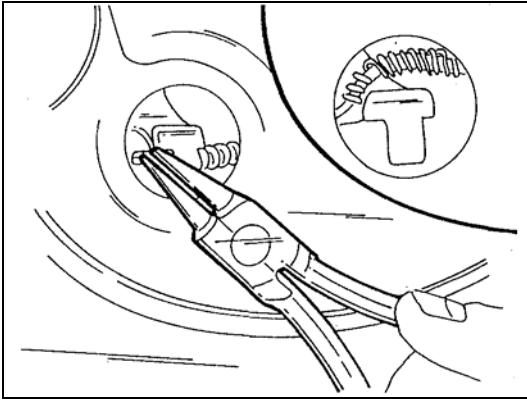

Bild 3 Aushängen des Handbremsseils.
- 4** Die Abdeckkappe in der Rückseite der Bremsträgerplatte mit einem Schraubenzieher heraushebeln und durch die entstandene Öffnung das Handbremsseil mit einer Spitzzange vom Bremshebel trennen. Dazu das Seil vor dem Anschlussnippel erfassen, zur Außenseite der Bremsträgerplatte ziehen und nach oben führen, bis es aus dem Eingriff mit dem Bremshebel kommt (Bild 3).